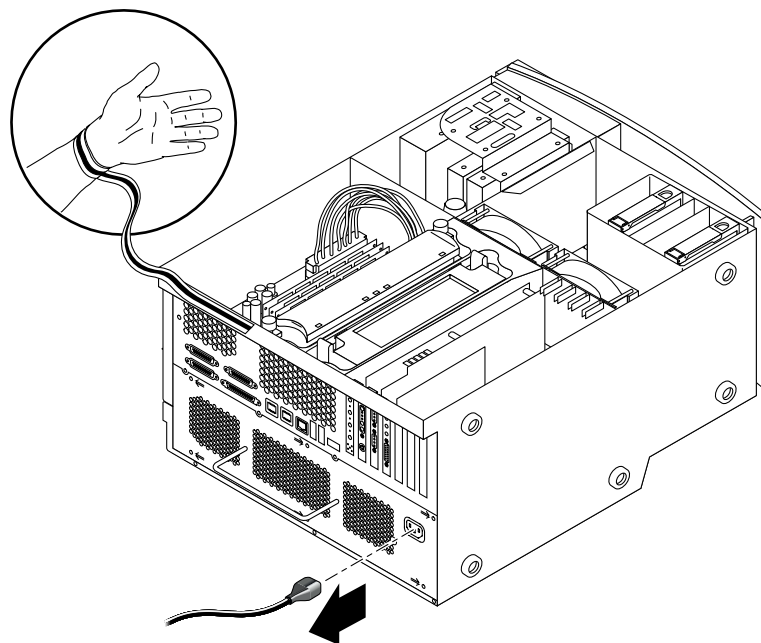

図 9 静電気防止用リストストラップの装着
1. ワークステーションは側面を下にして作業用の台に置き、開口部を上に向けます (図 9 を参照)。
4. リストストラップの銅箔の端をシステムシャーシに貼り付けます (図 9 を参照)。